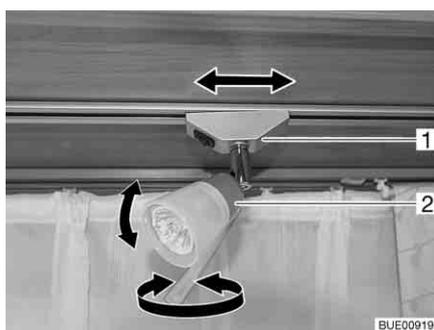

Fig. 50 Spot
Tourner : ■ Saisir le boîtier (Fig. 50,2) et le tourner.
Faire coulisser : ■ Attraper le support (Fig. 50,1) le faire pivoter d'environ 45°.
- Attraper le support (Fig. 50,1) et le faire pivoter d'environ 90°.